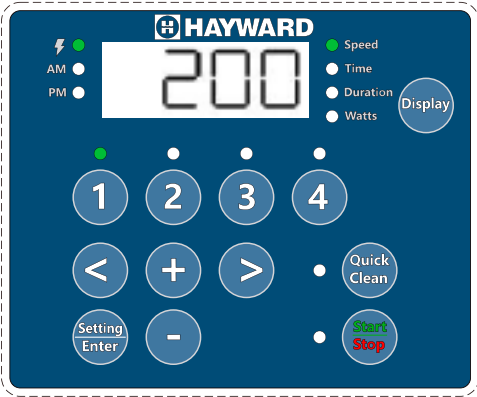

Bild 5
6. Tryck på "1". Varaktigheten för SPEED 1 visas. LED-lampan för parametern "Duration" (varaktighet) börjar blinka. **Se bild 5.**